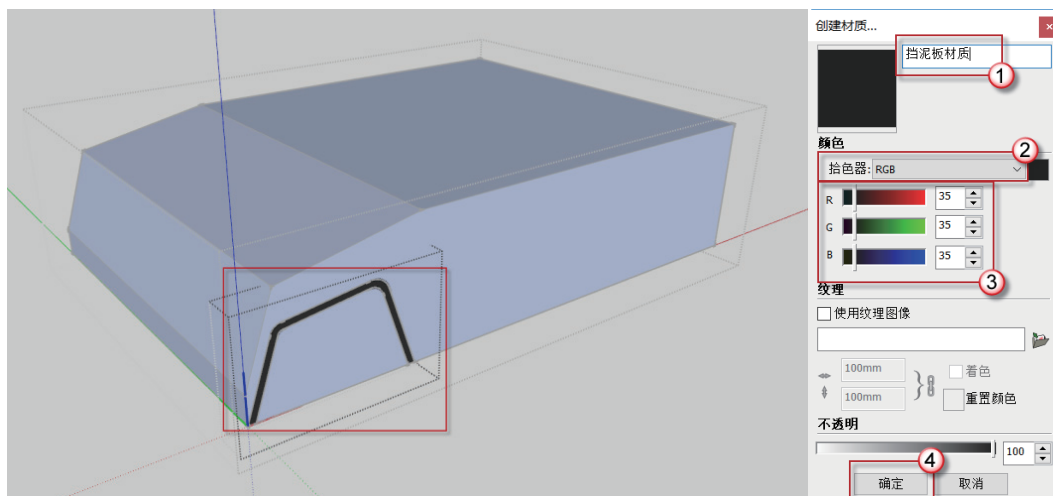

图 2.17 设置挡泥板材质
(7) 设置挡泥板材质。按 B 快捷键发出“材质”命令，在“材料”面板中单击“创建材质”按钮，在弹出的“创建材质”对话框中输入材质名称为“挡泥板材质”，设置颜色为 R=35、G=35、B=35，单击“确定”按钮，如图 2.17 所示。